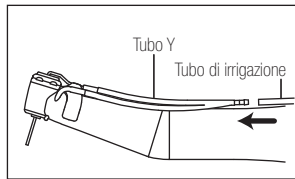

Fig. 4
- 1) Collegare saldamente le estremità del connettore a Y al beccuccio spray esterno e ai beccucci spray interni come mostrato nelle procedure (1) e (2).
- 2) Collegare saldamente il tubo di irrigazione al connettore a Y. (Fig. 4)